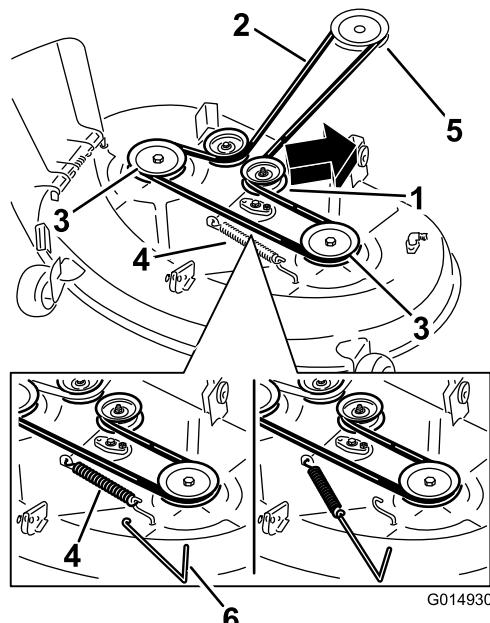
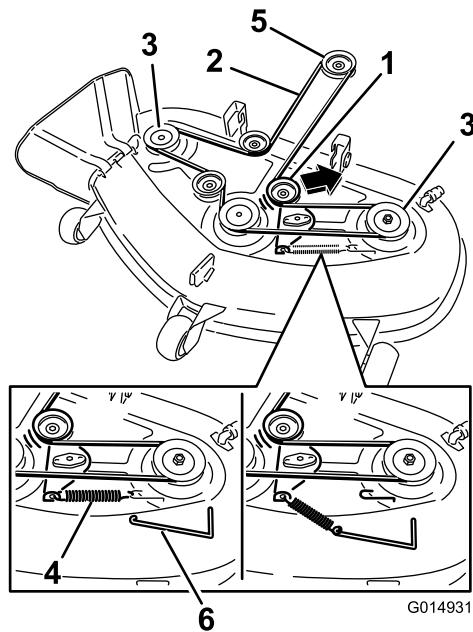

Figura 69
Figura 70
4. Utilize um removedor de molas (peça Toro n.º 92-5771), remova a mola intermédia do gancho da plataforma para retirar tensão da polia intermédia e role a correia para fora das polias (Figura 69 e Figura 70).
5. Coloque a nova correia em redor da polia do motor e nas polias do cortador (Figura 70).
ganco da plataforma para colocar tensão da polia intermédia e na correia do cortador ((Figura 69 e Figura 70)).